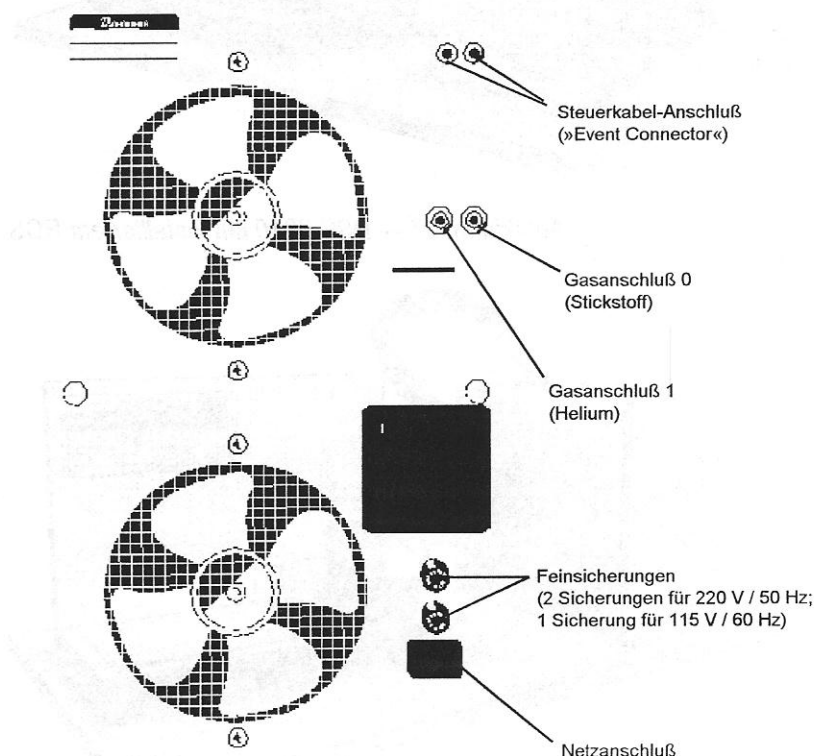

Abbildung 5.9 — Gehäuserückseite des RCS
1. Drehen Sie das RCS nötigenfalls so, daß die rechte Seite der Gehäuserückwand (s. Abbildung 5.9) gut zugänglich ist.